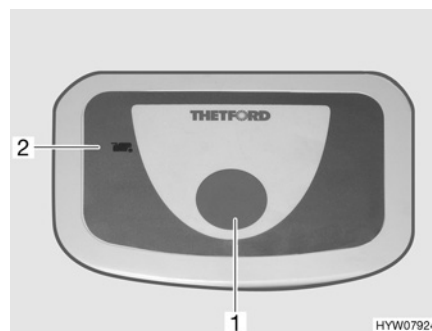

Fig. 115 Bouton pour la chasse d'eau/voyant de contrôle (toilettes Thetford)
- Pour actionner la chasse d'eau, appuyer sur le bouton bleu (Fig. 115,1).
Le voyant de contrôle (Fig. 115,2) s'allume lorsque le réservoir pour matières fécales doit être vidé.